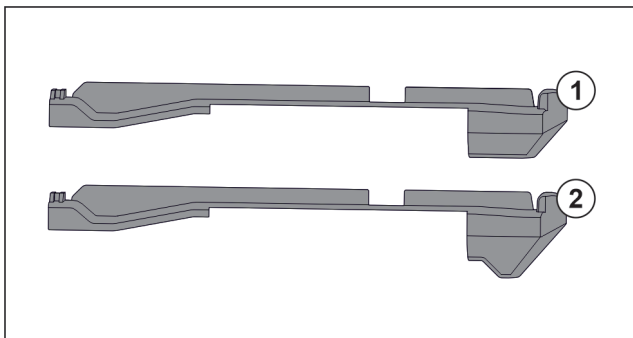

Fig. 124 Porovnanie násuvných dielov
V zariadení sa nachádzajú dva rozdielne násuvné diely. Násuvný diel nad spodnou zásuvkou Fig. 124 (2) má trojuholníkovú hranu. Všetky ostatné násuvné diely Fig. 124 (1) majú rovnú hranu.
- ▶ Namontujte násuvný diel Fig. 124 (2) s trojuholníkovou hranou nad spodnú zásuvku.
- ▶ Namontujte násuvný diel Fig. 124 (1) s rovnou hranou na všetky ostatné miesta.